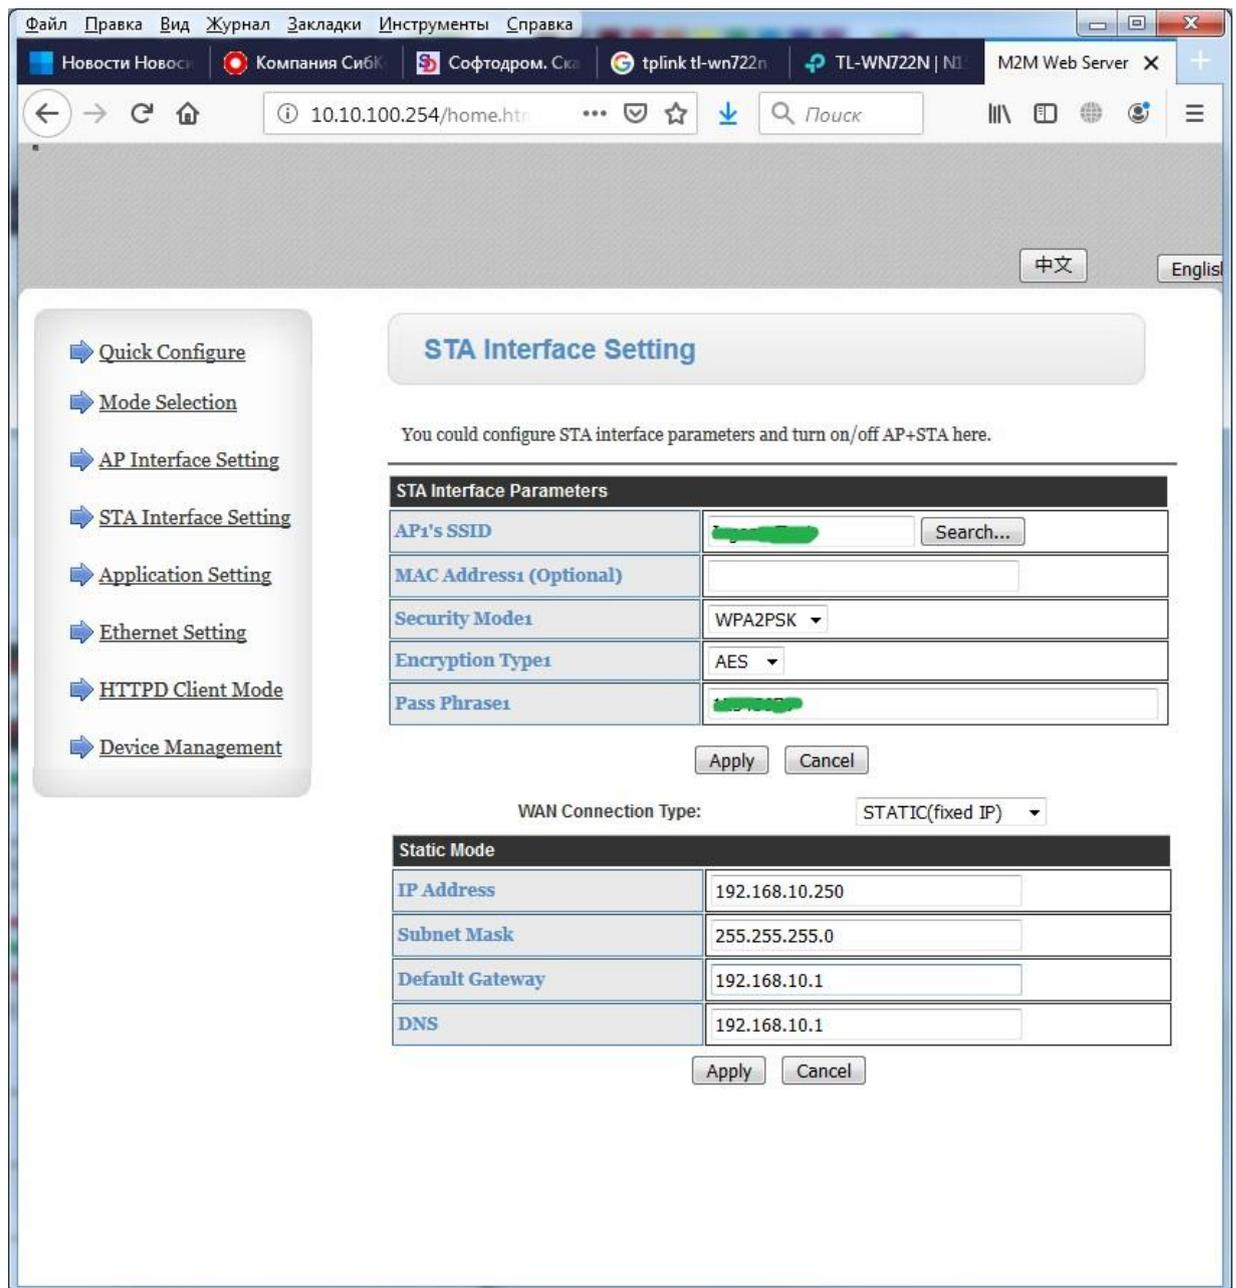

Рисунок 2.12. Настройки STA интерфейса преобразователя
2.1.6.8 Откройте вкладку STA Interface Settings (рис. 2.12) и установите тип WAN Connection Type в значение STATIC (fixed IP). В поле IP Address введите значение сетевого адреса преобразователя в вашей локальной сети. В поле Subnet Mask введите маску подсети 255.255.255.0. В полях Default Gateway и DNS укажите сетевой адрес сервера и адрес DNS-сервера соответственно. Нажмите кнопку «Apply».